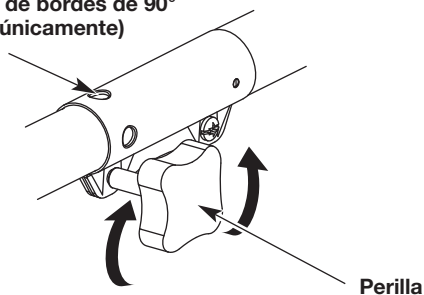
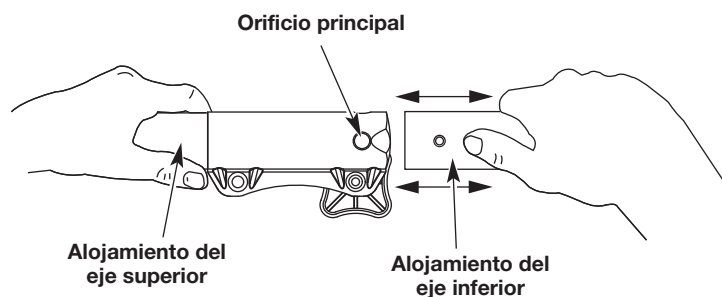

Fig. 1
Fig. 3
1. Gire la perilla en el sentido contrario a las agujas del reloj para aflojarla (Fig. 1).
2. Mientras sujeta con firmeza el accesorio, empújelo en línea recta dentro del acoplador hasta que el botón de liberación entre a presión y quede firme dentro del orificio principal (Fig. 3).
3. Gire la perilla en el sentido de las agujas del reloj para ajustar (Fig. 1).
PRECAUCIÓN: Antes de utilizar esta unidad, asegúrese de que el botón de liberación entre a presión completamente dentro del orificio principal (Fig. 3) y que la perilla (Fig. 1) quede bien ajustada.
Para un reborde decorativo con un accesorio de recorte, trabe el botón de liberación en el orificio de recorte de bordes de 90° (Fig. 1).
3. Mientras sujeta firmemente el alojamiento del eje superior, tire del accesorio de manera recta para sacarlo del acoplador (Fig. 3).